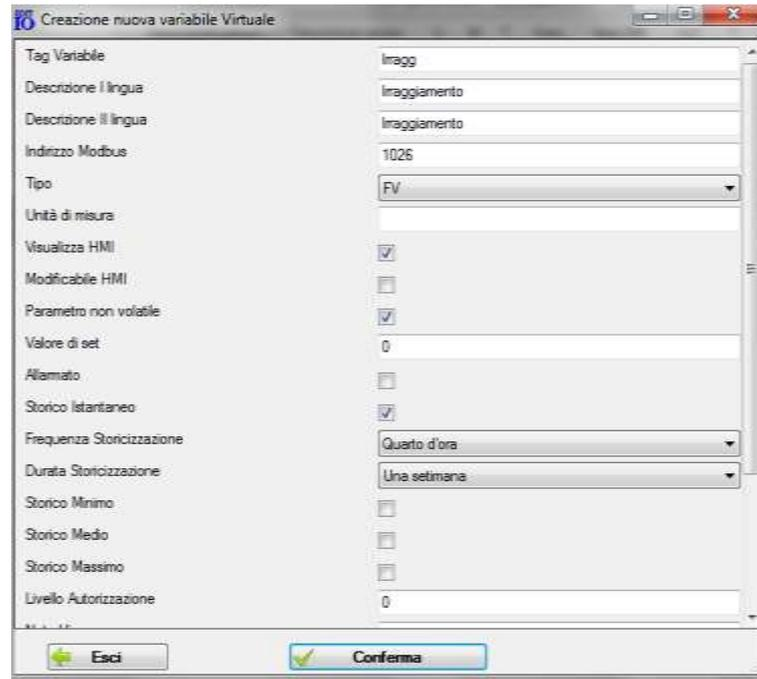

Figura 13: Configurazione di uno storico per una variabile “Virtuale”
In figura 13 viene storicizzata una variabile di tipo float(FV) con uno storico di tipo istantaneo, con un campione ogni 15 minuti per una durata di 1 settimana.